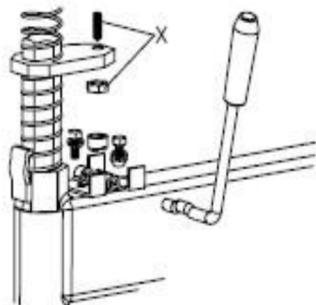

Fig. 17
Nota: Se o braço vertical hexagonal não estiver bloqueado ou não atender à exigência de estar a 2-3mm da parte inferior di cabeçote de montagem/desmontagem para o aro, ajuste a placa de bloqueio hexagonal, consulte a Fig. 17 e ajuste a (X).